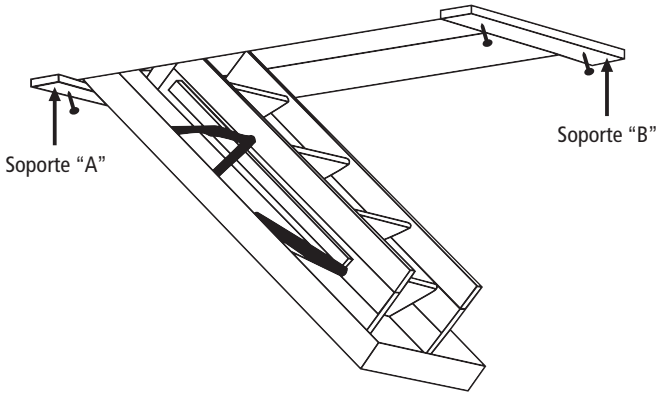

FIGURA 5
E. La persona que este abajo, tendrá que levantar la escalera de ático hacia la abertura del techo y deberá ser asistido por la persona en el ático, asegurando la escalera sobre los soportes temporales (Figura 5)